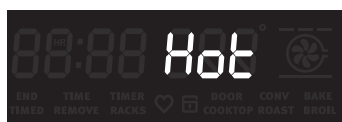
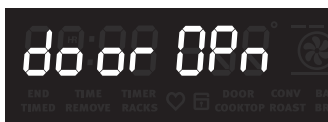

Fig. 72 Four trop chaud pour que la porte se déverrouille
Fig. 73 La porte s'ouvre lorsque le four a refroidi suffisamment
2. Si le cycle d'autonettoyage a chauffé le four à une température élevée, **Hot** (figure 72) (chaud) s'affichera. Attendez assez longtemps pour qu'il refroidisse et que le message « **door OPn** » (ouvrir la porte) s'affiche (figure 73). Lorsque ce message ne s'affiche plus, la porte du four peut être ouverte.